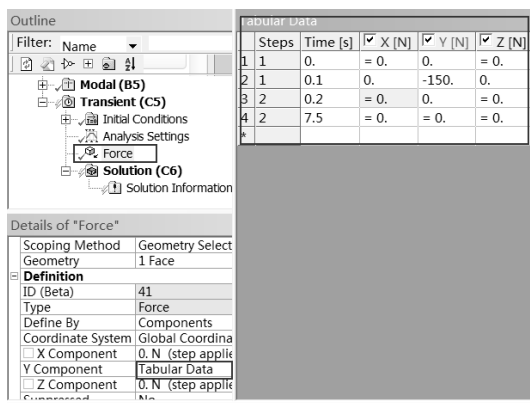

图 9-40 输入数值
Step6：选择如图 9-40 所示的 Force 命令，右下角会弹出一个 Tabular Data 表格，在表格中输入表 9-1 中的数值。